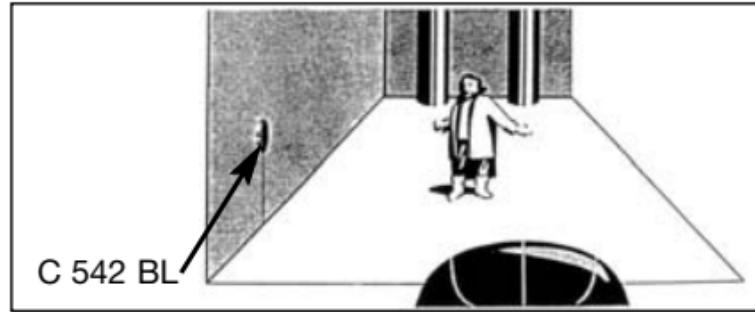

Abb. 4: Mikrofon an einer Grenzfläche montieren
- Siehe Abb. 4. Sie können auch eine in der Nähe des Aufnahmestandorts befindliche schallharte Wand (keine Tapeten oder Dämmplatten) als Grenzfläche benutzen. Diese Wand sollte möglichst eben und schallreflektierend sein. Die Mikrofonplatte hat drei Löcher für die Montage an der Wand oder Decke. Zur besseren Körperschall-dämpfung empfehlen wir, die Gummifüßchen in den Löchern zu belassen.